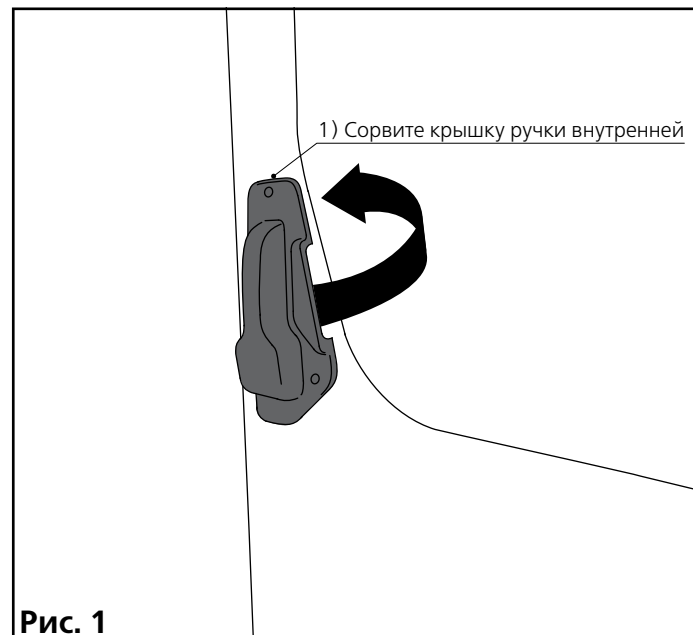

Рис. 1
1. Выньте предохранитель из колодки предохранителя (стр. 12, рис. 1).